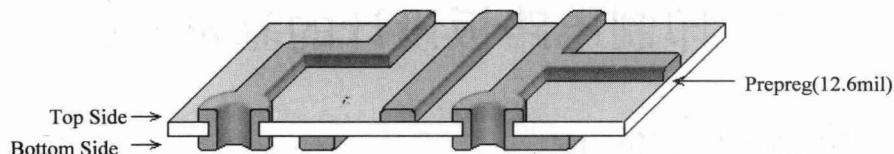

图 1-3 双层板结构示意图
(2) 双层板：即两个面都敷铜的电路板，通常称一面为顶层（Top Layer），另一面为底层（Bottom Layer）。一般将顶层作为放置元器件面，底层作为元器件焊接面，如图1-3所示。